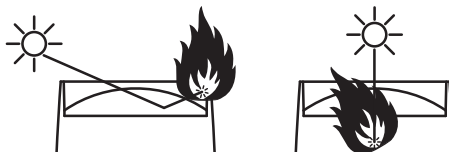

Figure 2 : Dommages potentiels provoqués par le soleil
**Attention ! Voir Figure 2. La lentille frontale du MAC Ultra Wash peut concentrer les rayons du soleil, créant ainsi un risque d'incendie potentiel et de lourds dommages qui ne sont pas couverts par la garantie. Placez ou protégez la tête de sorte que la lentille frontale ne soit pas exposée à la lumière du soleil ou à une autre source lumineuse puissante sous n'importe quel angle, même pendant quelques secondes.**